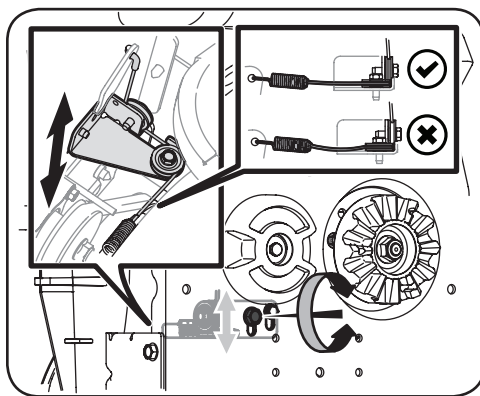

Figura 5-2
3. Observando la placa de montaje posterior del accesorio quitanieve, afloje (pero no extraiga) el tornillo hexagonal izquierdo que se muestra en la Figura 5-2.
4. En el frente de la placa de montaje, mueva la guía tensora del cable hacia arriba o abajo para eliminar la holgura del cable de transmisión de la barrena. Consulte el recuadro izquierdo de la Figura 5-2.
NOTA: Asegúrese de que el ajuste no aplica ningún tipo de presión sobre el cable y el brazo del actuador. Este ajuste se realiza simplemente para eliminar el exceso de holgura del cable de la barrena como se indica en el recuadro izquierdo de la Figura 5-2.